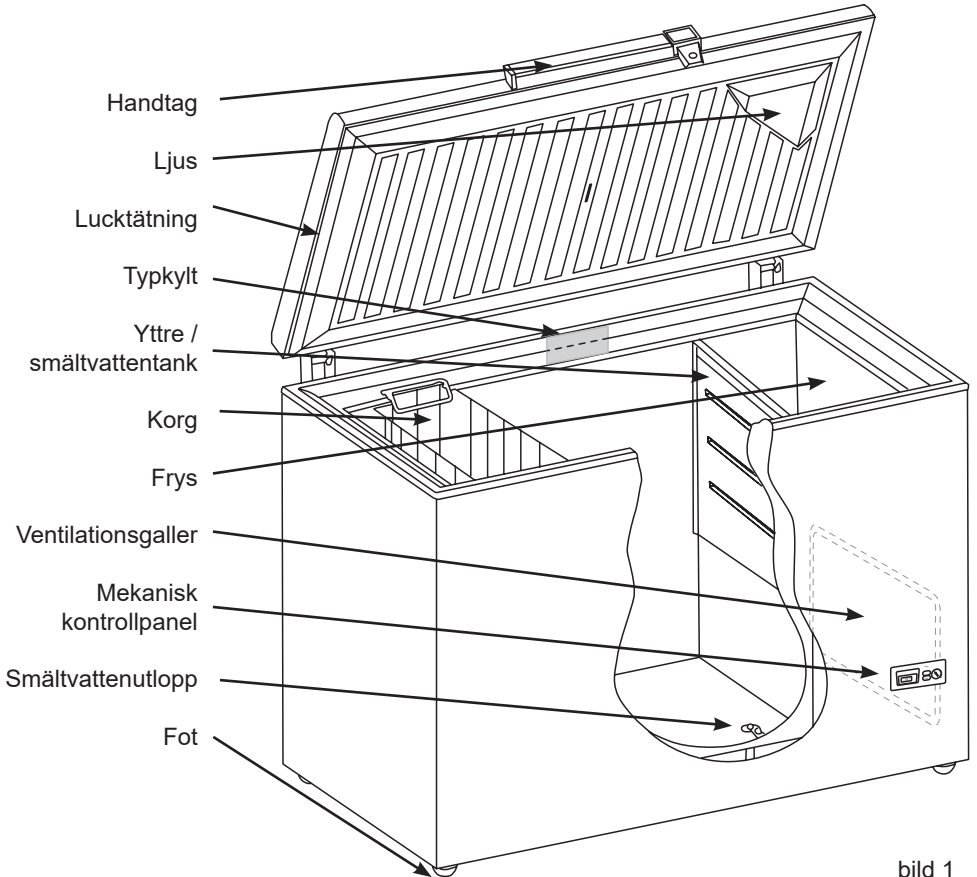

bild 1
Livsmedel bevaras bäst när de fryses vid -18°C så snart som möjligt. Frysens kapacitet anges på typskylten i kg / 24 timmar (se bild 1 på sidan 3). Frysfunktionen sänker frysens temperatur till -25°C . Om du fryser 3 kg eller mer måste frysfunktionen startas cirka 24 timmar innan frysning.
5. Placera yttre / smältvattentank under smältvattenutloppet (se Bild1 och 5).